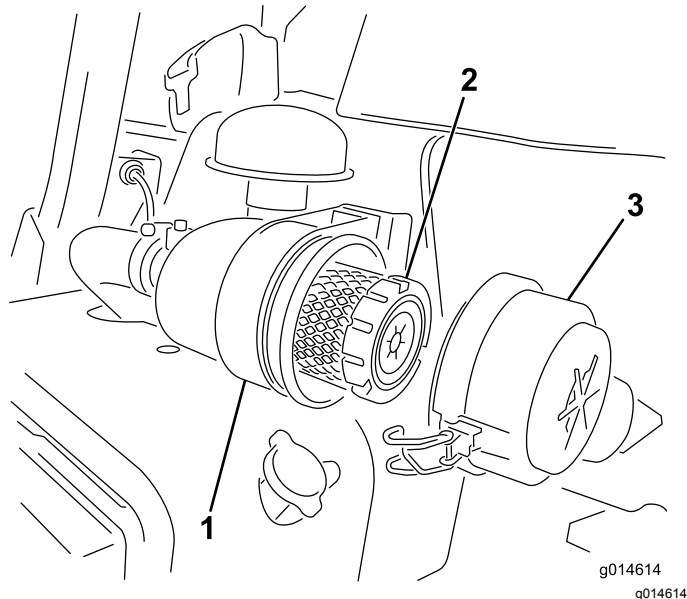

図 39
1. エアクリーナのカバーをボディーに固定しているラッチを外す 図 39。
7. ラッチをしっかりと掛ける 図 39。